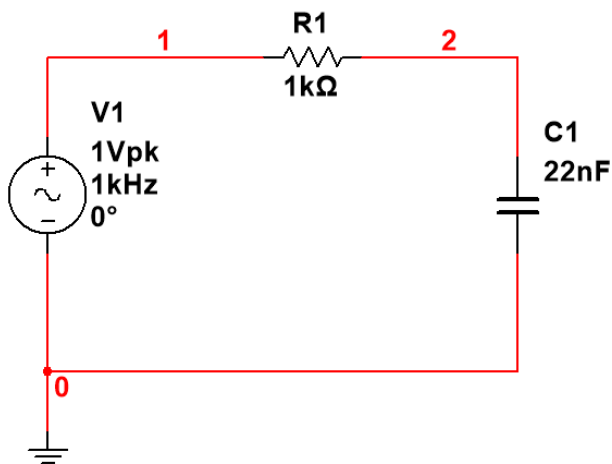

图 6 一阶 RC 低通电路频率特性的测试
(1) 建立电路如图 6。输入信号取信号源库 (Sources) 的交流电压源 (AC VOLTAGE)，双击图标，将其电压设置为 1V，频率设置为 1kHz。